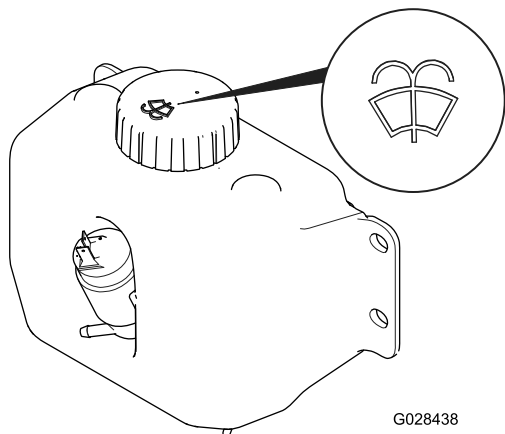

Figure 68
3. Localisez le réservoir de liquide lave-glace (Figure 68).